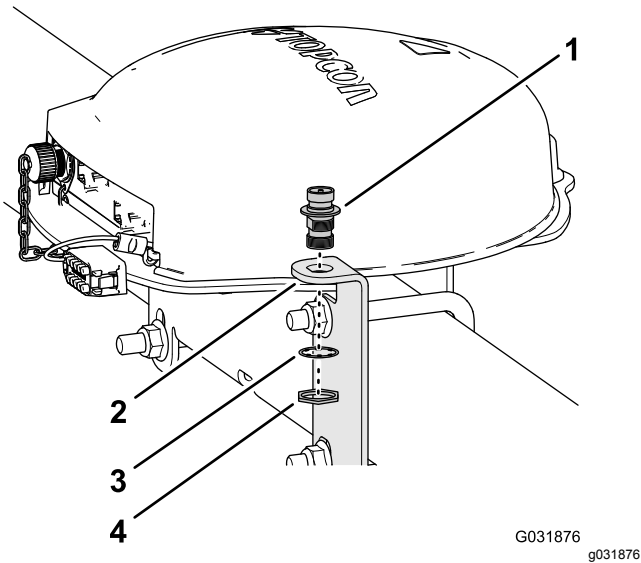

Figura 127
1. Alinee el conector coaxial con el orificio del soporte de la antena RTK, con las roscas del conector hacia abajo (Figura 127).
2. Monte el conector coaxial en el soporte de la antena con la arandela de freno y la contratuerca, y apriete la contratuerca a mano (Figura 127).